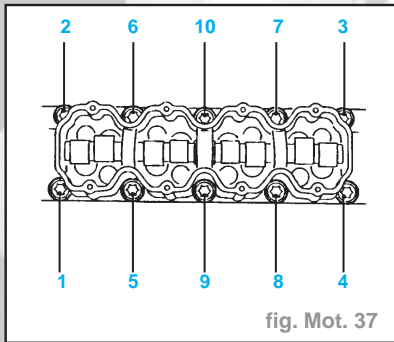

fig. Mot. 37
- Déposer la culasse - dévisser les vis en spirale de l'extérieur vers l'intérieur (d'abord 1/4 de tour puis d'1/2 tour). (fig. Mot. 37).